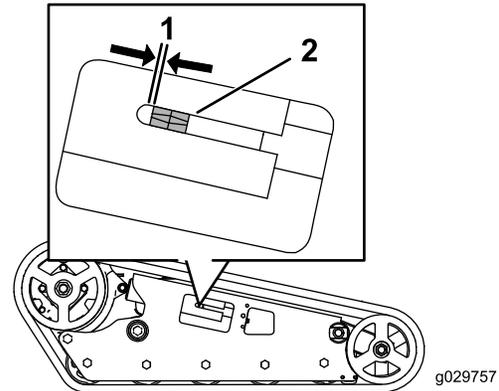

Рисунок 54
Между натяжной гайкой и прямой стороной паза натяжной трубки должен быть зазор 0,64 см (Рисунок 54). Если это не так, отрегулируйте натяжение гусеницы, используя следующую методичку:
- Используя сменную головку размером 1/2 дюйма, поворачивайте натяжной винт против часовой стрелки до тех пор, пока расстояние между натяжной гайкой и задней стороной натяжной трубки не станет равным 0,64 см, как показано на Рисунок 54.
- Вращайте натяжной винт против часовой стрелки до тех пор, пока расстояние между натяжной гайкой и задней стороной трубки вилки (Рисунок 54) не станет равным 0,64 см.
10. Вращайте натяжной винт против часовой стрелки до тех пор, пока расстояние между натяжной гайкой и прямой стороной паза натяжной трубки (Рисунок 54) не станет равным 0,65 см.